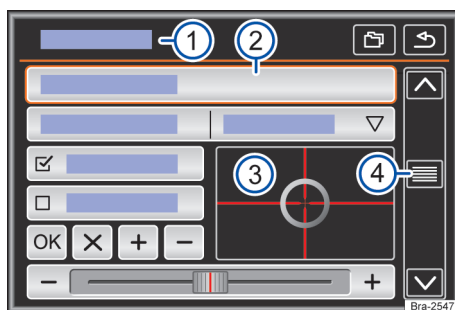

Fig. 118 Representación esquemática: cuadro general de los posibles botones de función en el display.
El equipo está equipado con touchscreen (pantalla táctil) → fig. 118 ③.
Los botones de función inician funciones o abren otros submenús. En submenú se indica, en la línea del título, el menú actualmente seleccionado → fig. 118 ①.